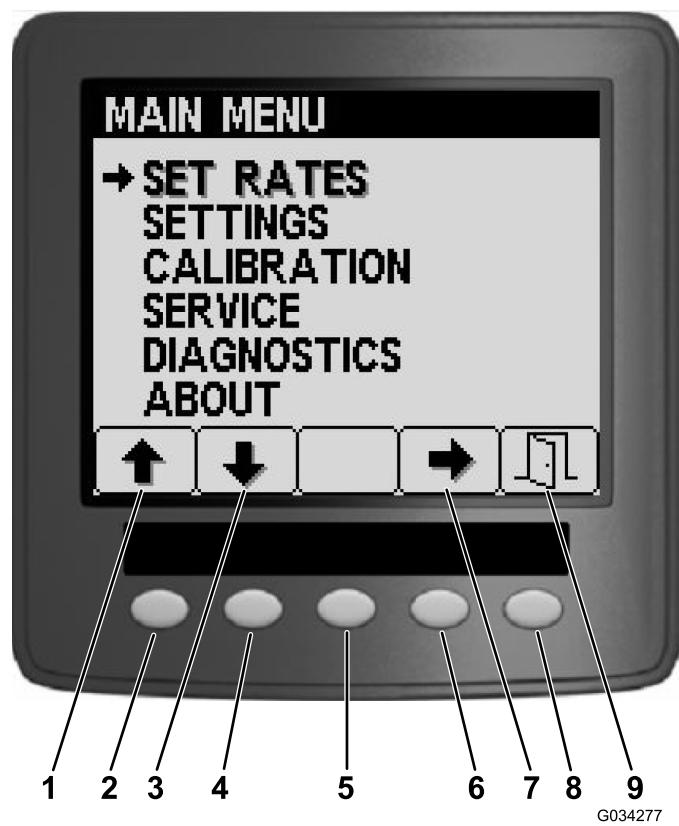
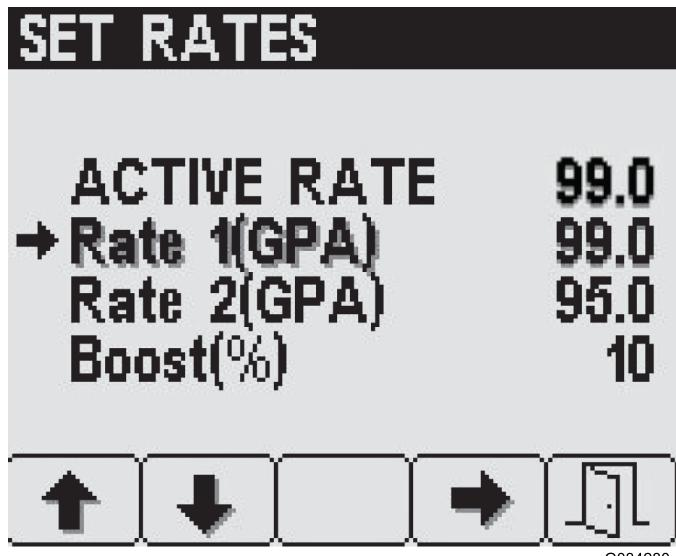

Figura 6
Figura 7
Dalla schermata del Menu principale, potete accedere alla schermata Impostazione volumi, la schermata Impostazioni, la schermata Taratura, la schermata Manutenzione, la schermata Diagnostica o la schermata Informazioni (Figura 6).
Per accedere alla schermata Impostazione volumi, premete il pulsante 2 sulla schermata del Menu principale (Figura 6) fino a raggiungere Impostazione volumi e premete il pulsante 4 per selezionare Impostazione volumi (Figura 7).
1. Premete il pulsante 1 o 2 fino a raggiungere la percentuale di volume o volume di aumento desiderata (Figura 7).
Per accedere alla schermata Impostazioni, premete il pulsante 2 sulla schermata del Menu principale (Figura 6) fino a raggiungere Impostazioni e premete il pulsante 4 per selezionare Impostazioni (Figura 9).